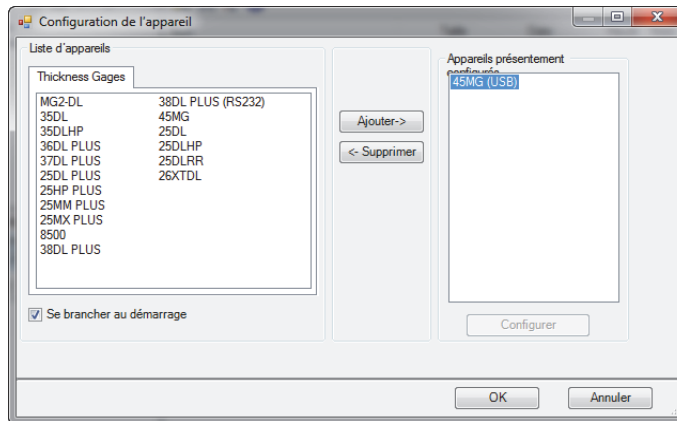

Figure 11-4 Boîte de dialogue Configuration de l'appareil
- b) Dans la boîte de dialogue **Configuration de l'appareil** (voir la Figure 11-4 à la page 216), faites ce qui suit :
- (1) Au paramètre **Liste d'appareils**, sélectionnez 45MG, et puis cliquez sur **Ajouter**.